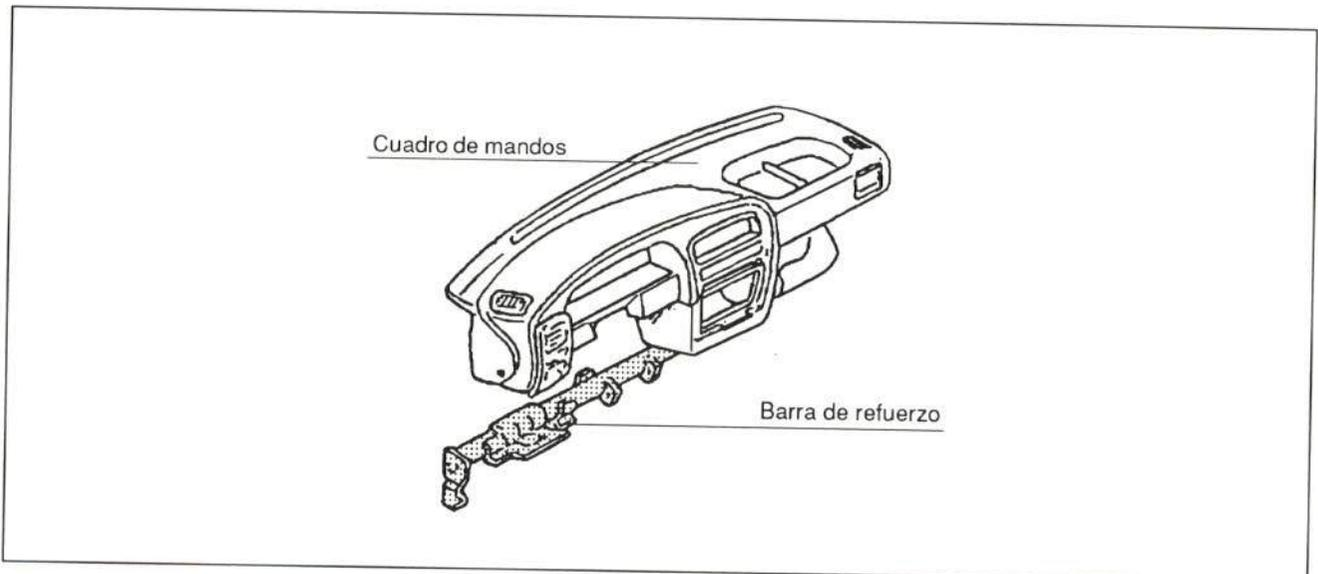

Fig. 8.- Barra del cuadro de mandos
**3.2.- Cuadro de mandos:** Bajo este cuadro se esconde una barra de refuerzo fijada a cada pilar delantero, cuyo fin es proporcionar una mayor rigidez al habitáculo. (fig. 8)